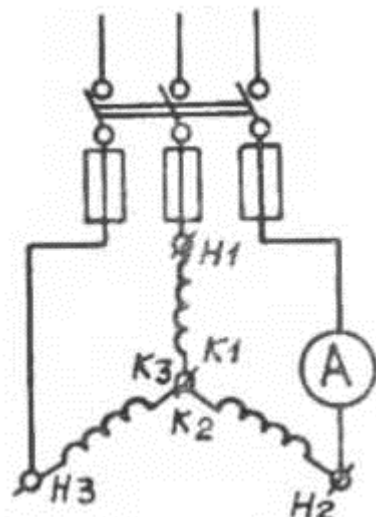

Рисунок 9
6.Зробити теж саме при вмиканні двигуна по схемі, рис. 9. Виміряти частоту обертання ротора та вирахувати ковзання. При вимірюванні частоти обертання ротора скористуватися тахометром.